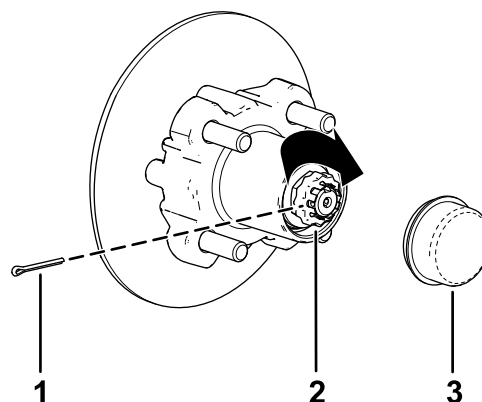

Figura 40
8. Montați elementul de fixare peste piuliă i verificați alinierea fantei din elementul de fixare i a orificiului din ax pentru cuiul spintecat (Figura 40).
9. Montați cuiul spintecat i îndoiți fiecare picior în jurul elementului de fixare (Figura 40).
10. Montați capacul anti-praf la butuc (Figura 40).